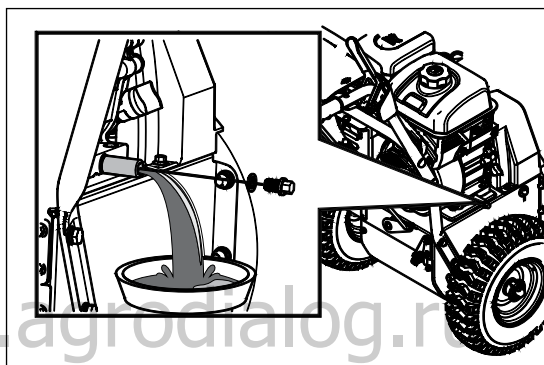

Рис. 27
1. Найдите сливное отверстие (рис. 27).